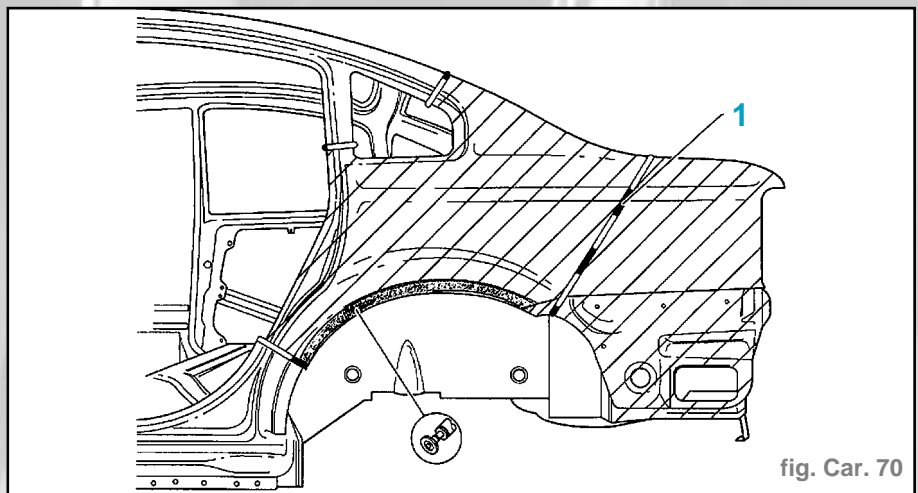

fig. Car. 70
- Un remplacement partiel est possible avec la ligne de coupe indiquée (1) (fig. Car. 70).